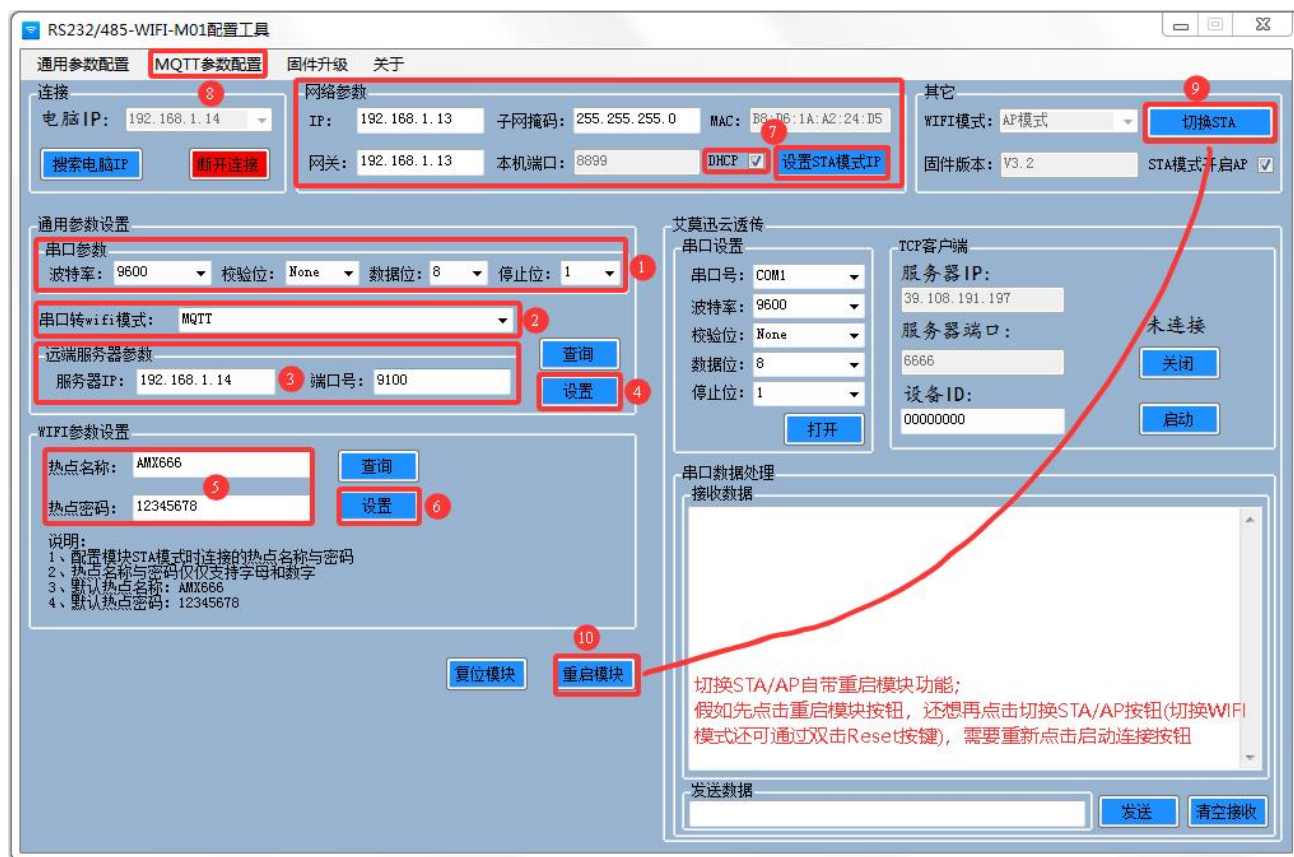

图 4.4 配置内容
如图 4.4 所示，实现用户所需功能主要通过配置工具设置的对应参数，无论哪种功能，①串口参数(除 DTU 模式是在网页)和②串口转 wifi 模式是必须正确设置的，而③远程服务器参数仅在 Modbus RTU 转 Modbus TCP 功能、Client 透传功能时设置，这三个参数称为通用参数，在点击④处设置后配置到模块中。